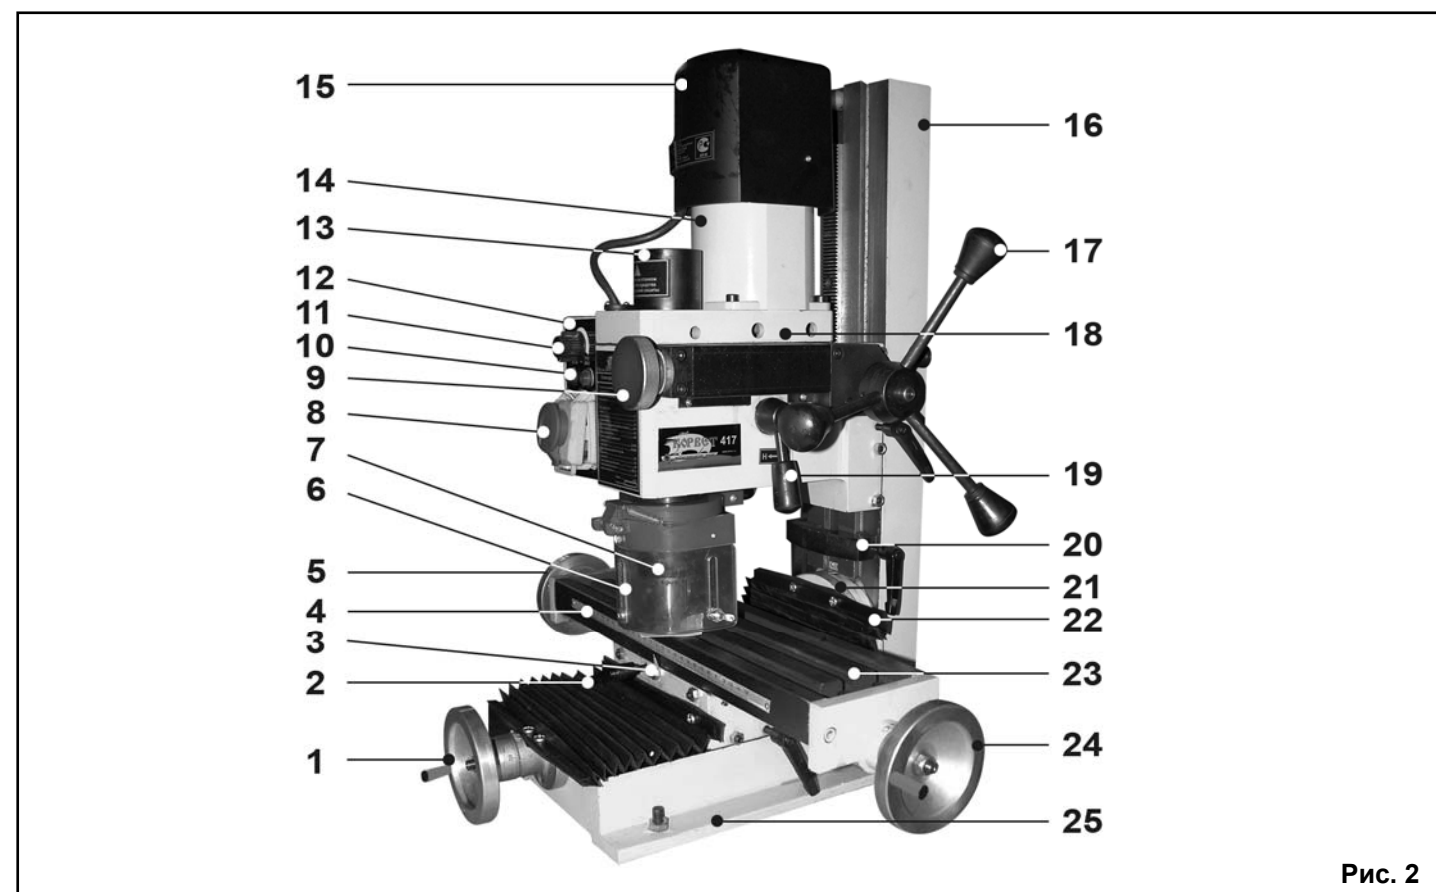

Рис. 2
7.1. Станок состоит из следующих сборочных единиц и деталей (Рис.2)
9.1. Регулировка продольной подачи стола (Рис. 2,3)
9.2. Регулировка вертикальной подачи шпиндельной бабки (Рис. 2,3).
9.3. Регулировка поперечной подачи стола (Рис. 2,3)
9.4. Регулировка маховика продольной подачи стола (Рис. 2,4)
10.1. Подготовка к работе (Рис. 2)
10.2. Включение (Рис. 2, 5, 6)